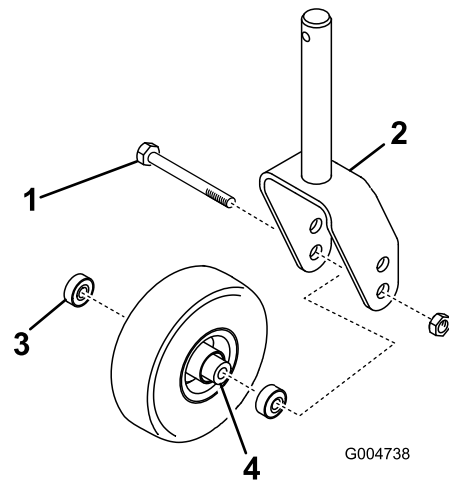
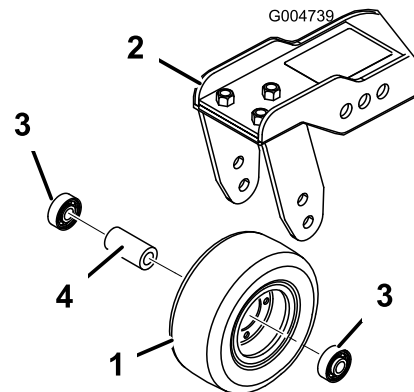

Figure 83
Figure 84
1. Retirez le contre-écrou du boulon qui fixe la roue pivotante entre la fourche (Figure 83) ou le bras pivotant (Figure 84).
2. Enlevez le roulement du moyeu de la roue et laissez tomber la douille d'écartement à l'extérieur (Figure 83 et Figure 84).